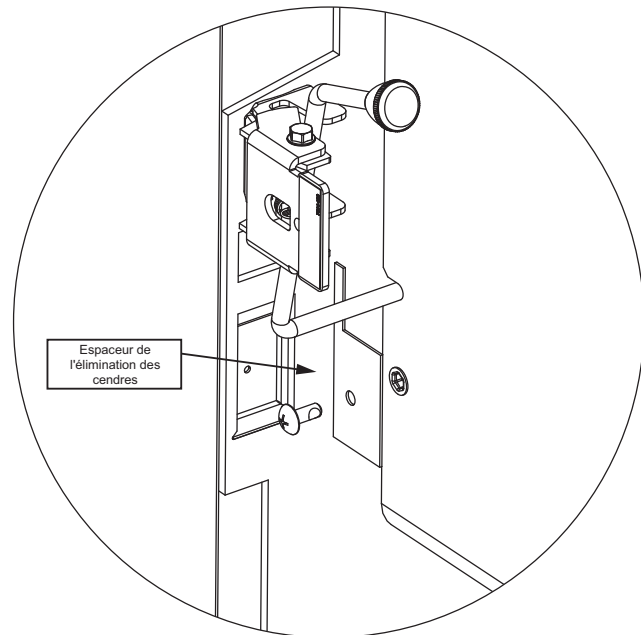

Figure 22.4
3. Installez l'espaceur ARS sur le côté gauche à l'aide d'un boulon et le tournevis cruciforme (Figure 22.4).
2. Installez l'espaceur ARS sur le côté gauche à l'aide d'un boulon et le tournevis cruciforme (**Figure 22.4 à la page 22**).